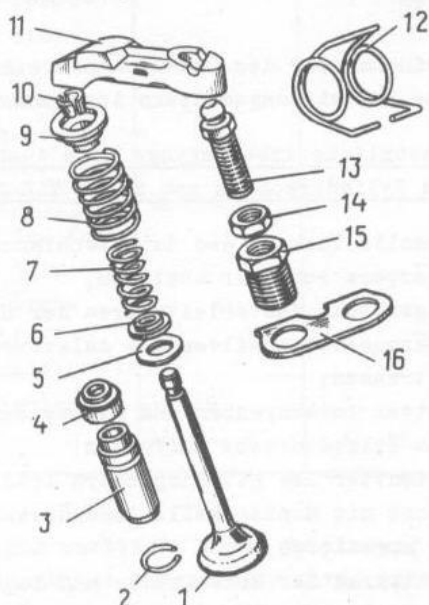

Bild 2-55. Teile des Ventilmechanismus:
- Hebel 11 (Bild 2-55) der Ventile absetzen, dabei diese von Federn 12 freimachen. Federn der Hebel entfernen;